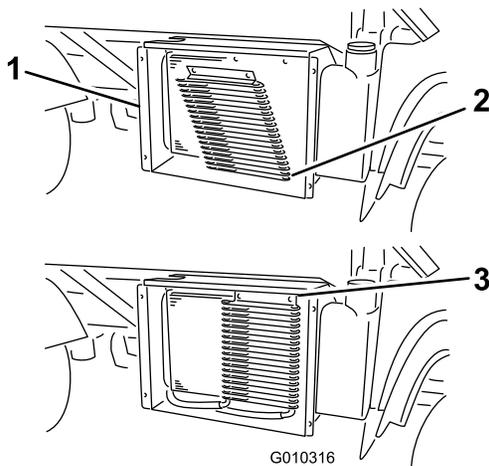

図 53
6. ラッチを外し、オイルクーラを装備している場合にはそれを倒してラジエーターから遠ざける 図 53。